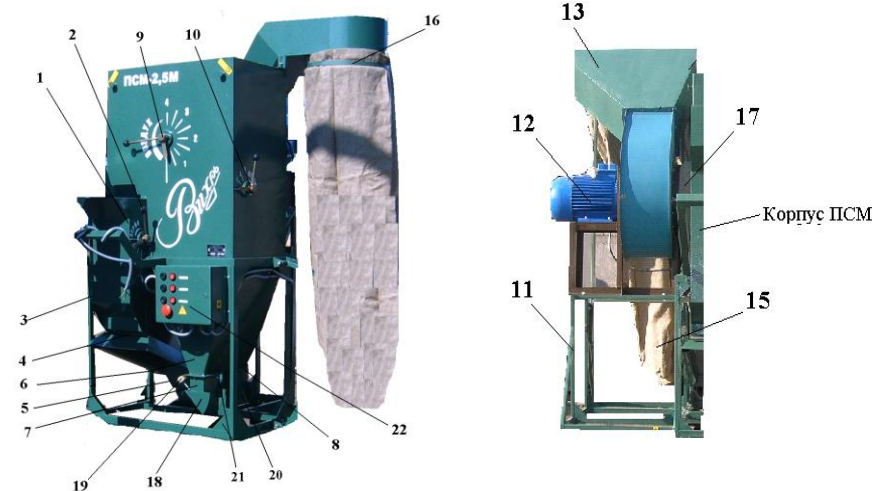

Рис. 6 Общий вид машины ПСМ -2,5М
-закрепите фильтр элемент (мешок) 15 (рис.6) на корпус фильтра 13 при помощи хомута 16;